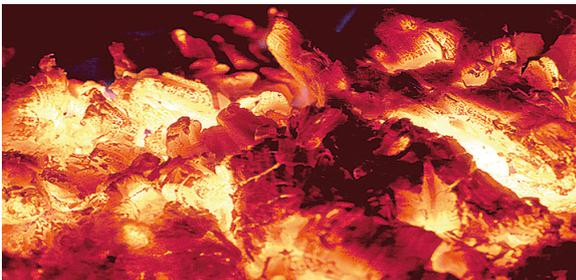

Abb.: 8
- Regeln Sie den Drehgriff auf die Stellung „Reduzierte Nennheizleistung“, sobald ein flammenarmes Glutbett vorhanden ist (Abb.: 8).